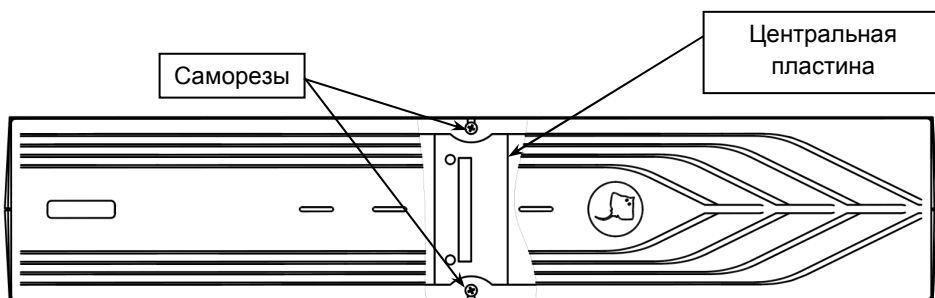

Рисунок 6 – Крепление центральной фиксирующей пластины
- снять центральную фиксирующую пластину, открутив два крепежных самореза (см. рисунок 6);